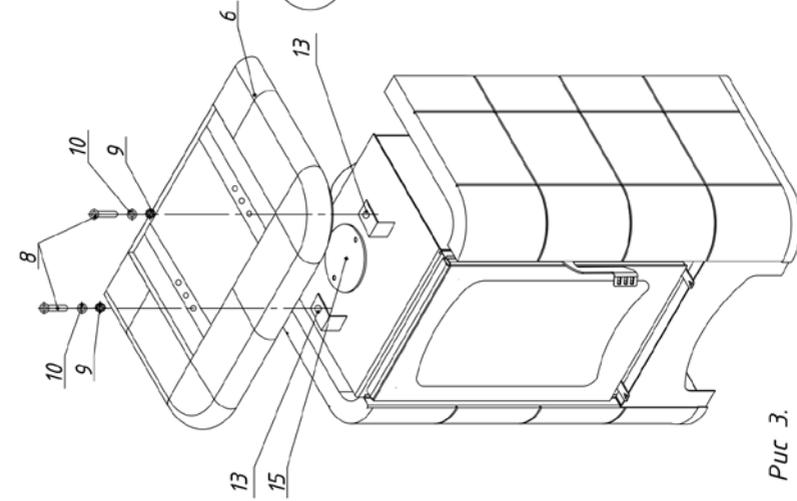

Рис. 3.
3. Верхняя панель 6 крепится к кронштейнам 13 винтами 8 и фиксируется шайбой и гайкой 9, 10 (Рис. 3)